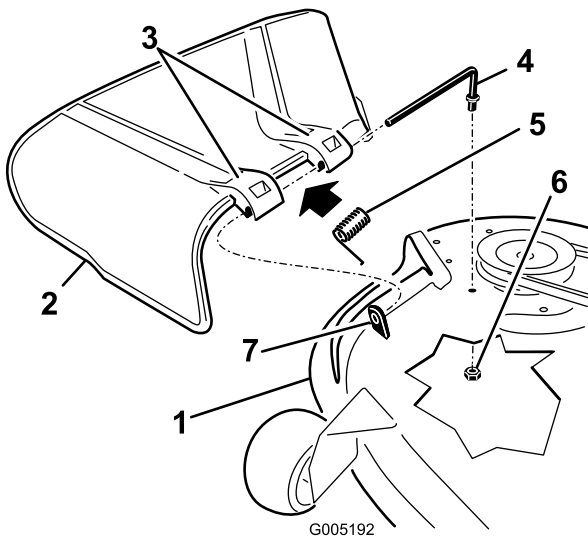

Figura 50
1. Localice los elementos mostrados en la Figura 50.
2. Retire la tuerca (3/8 pulg.) de la varilla (debajo del cortacésped) (Figura 50).
3. Retire la varilla del espaciador corto, del muelle y del deflector de hierba (Figura 50). Retire el deflector de hierba dañado o desgastado.
4. Vuelva a colocar el deflector de hierba (Figura 50).
6. Coloque el muelle sobre la varilla, con los extremos de los alambres hacia abajo, y entre los soportes del deflector de hierba. Deslice la varilla por el segundo soporte del deflector de hierba (Figura 50).
7. Introduzca la varilla, en la parte delantera del deflector de hierba, por el espaciador corto de la plataforma. Fije el extremo trasero de la varilla en el cortacésped con una tuerca (3/8 pulg.) (Figura 50).